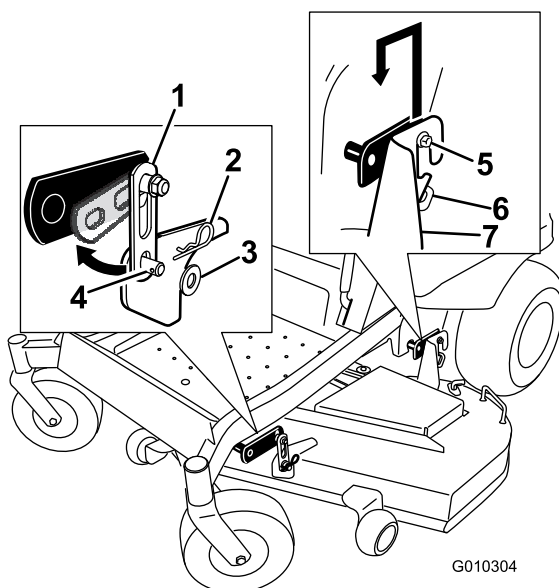

Bild 75
2. Entfernen Sie an beiden Seiten des Mähwerks die Schrauben von den Hängeprofilen des Frontmähwerks (Bild 75).
3. Heben Sie das Mähwerk vorsichtig von den Schrauben des hinteren Hängeprofils ab und senken Sie die Vorderseite des Mähwerks vorsichtig auf den Boden (Bild 75).
5. Heben Sie das Heck des Mähwerks an und führen Sie die Hängeprofilhalterungen über die hinteren Hängeprofilsschrauben (Bild 75).
6. Befestigen Sie die vordere Stütze am Mähwerk an den vorderen Mähwerkhängeprofilen und befestigen sie mit einer Scheibe und einem Splint (Bild 75).